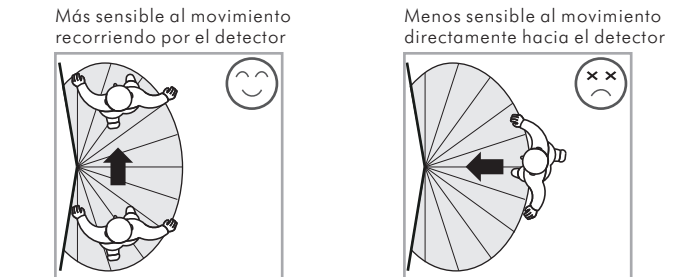

FIG. 5
3.1.3 Prestar atención a la dirección de recorrido en el procedimiento de prueba (Ver FIG. 5).